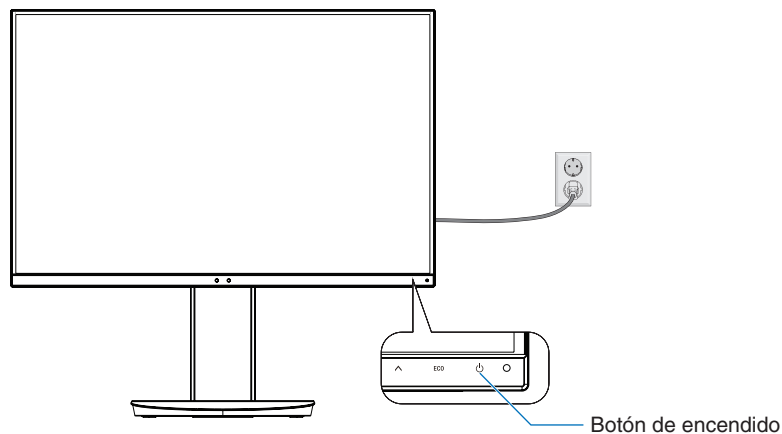

Figura E.1
8. Encienda el monitor pulsando la tecla de encendido y ponga en marcha el ordenador (**figura E.1**).